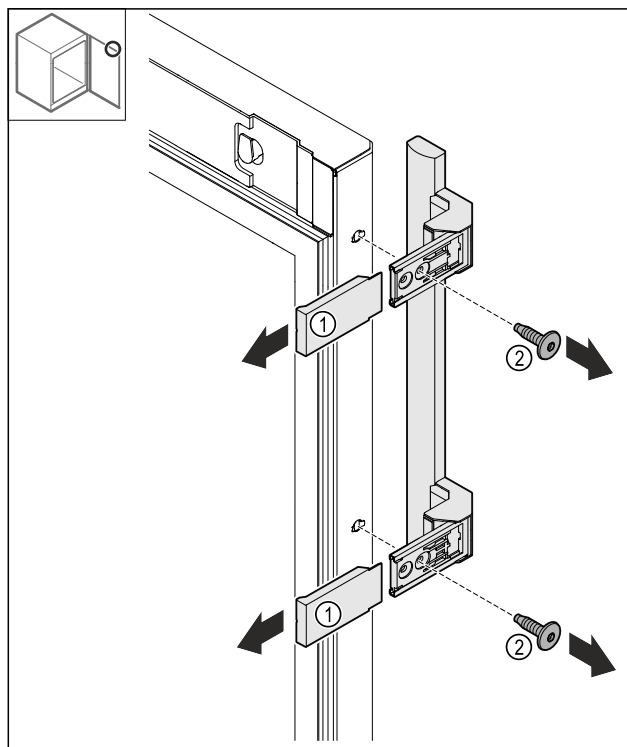

Fig. 25
- Træk afdækningerne Fig. 25 (1) af.
- Løsn skruerne Fig. 25 (2).